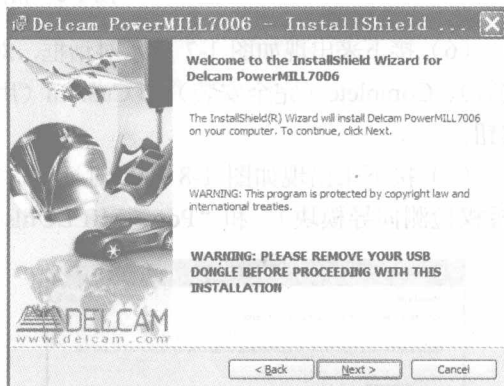

图 1-3 安装向导对话框
(2) 紧接着出现如图 1-3 所示对话框，进行到安装向导对话框，此时应注意不要插入 USB 接口的加密锁。